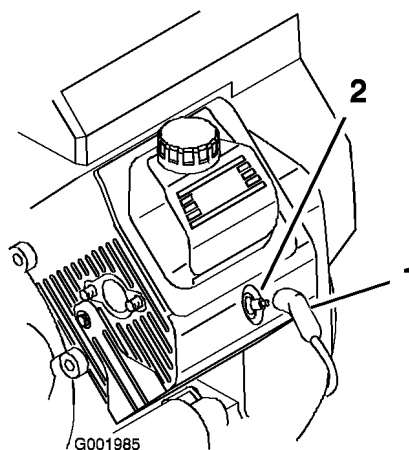

Figura 51
3. Staccate il cappellotto dalle candele (Figura 51).
3. Collegate il cappello alle candele (Figura 51).